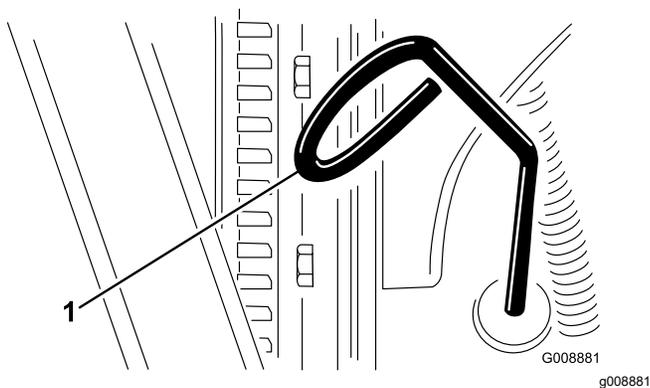

Рисунок 68
3. Выньте масломерный щуп (Рисунок 68) и протрите его чистой ветошью.